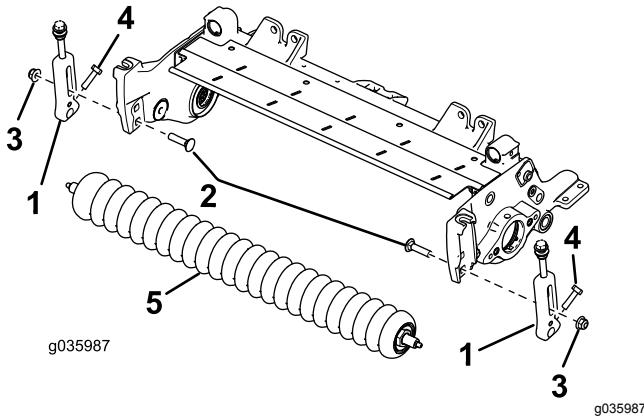

Bild 2
2. Nehmen Sie die Schlossschrauben und Sicherungsmuttern ab, mit denen die Schnitthöhenhalterungen (HOC) an den Seitenplatten der Schneideeinheit befestigt sind (Bild 2).
3. Lösen Sie die Schrauben, mit denen die Schnitthöhenhalterungen an der Frontrollerwelle befestigt sind (Bild 2).
4. Nehmen Sie die vorhandenen Schnitthöhenhalterungen und die Frontrolle von den Seitenplatten der Schneideeinheit ab (Bild 2).